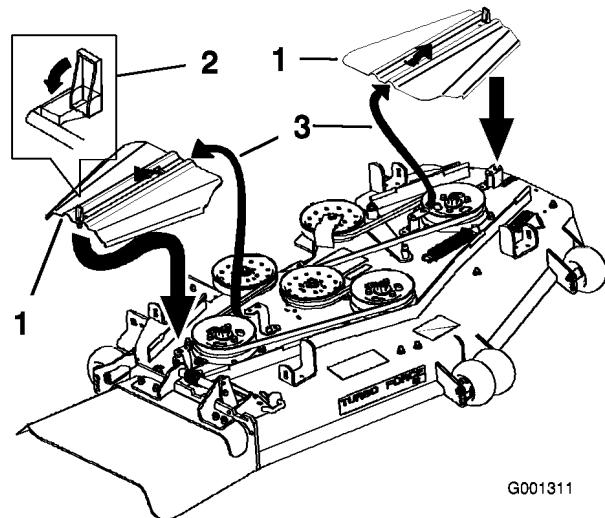

Figure 55
3. Retirez les couvercles de courroie (Figure 55).
9. Posez les couvercles en les insérant dans la languette, vissez les boulons en place et fermez les fixations (Figure 55).